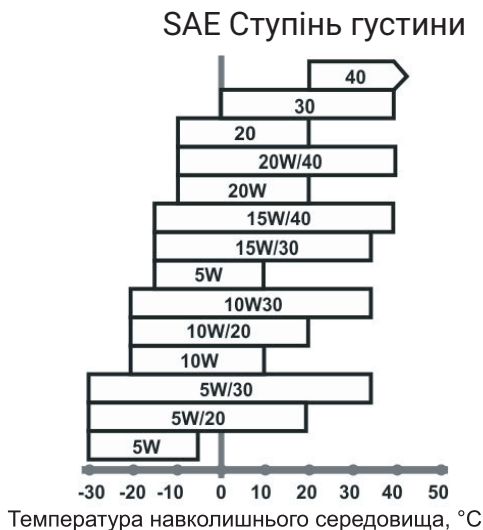

Рисунок 4. Графік залежності ступеня густини мастила від температури довкілля.
3. Поверніть ключ замка в положення «Вимк» (рис. 5). Після чого спрацює електромагніт, який за допомогою троса поверне важіль (8, рис. 1) паливного насоса (рис. 4) у положення «СТОП» для зупинки двигуна.